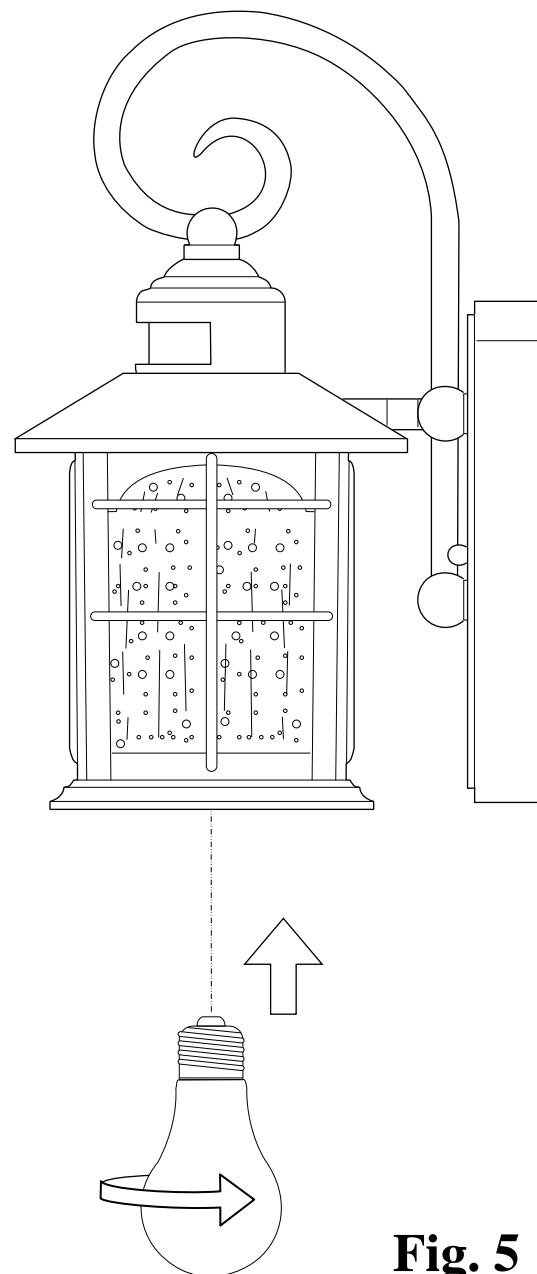

Fig. 5
7. Instale un Foco incandescente en el portafocos del Cuerpo del luminario. No exceda 100 vatios en foco incandescente o 26 vatios en un foco fluorescente compacto con balastro integrado (**Fig.5**).